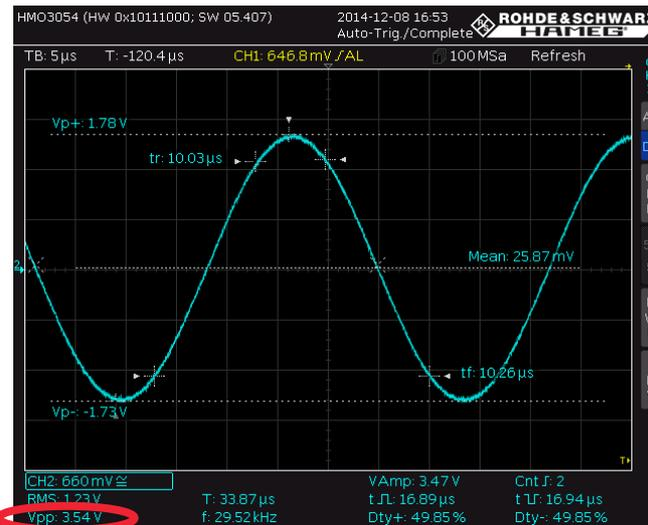

Bild 2-42: Gemessene Werte der Ausgangsspannung am TP bei der Grenzfrequenz
- Wie in Kapitel 1.1 beschrieben, ergibt sich für die Ausgangsspannung bei der Grenzfrequenz folgender Zusammenhang: $u_{out} = \frac{u_{in}}{\sqrt{2}}$. Für dieses Beispiel ergibt sich: $u_{out} = \frac{4.99V}{\sqrt{2}} = 3.528 V$. Wie aus Bild 2-42 ersichtlich stimmt der errechnete Wert sehr gut mit dem gemessenen Wert der Ausgangsspannung von 3.54 V überein.